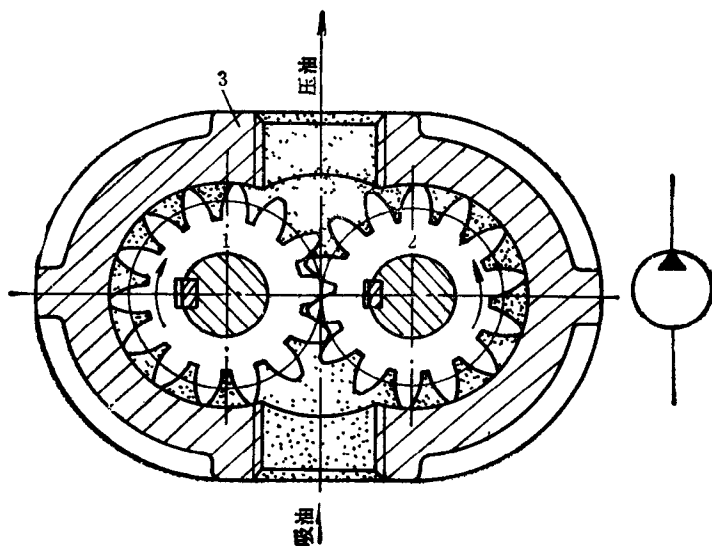

图 2—2 齿轮泵工作原理图
1. 齿轮泵 图2—2所示为齿轮泵的工作原理图。齿轮泵由装在泵体3内的一对齿轮1和2组成，齿轮的两端面靠两端盖密封。其密封的工作空间由泵体、端盖和齿轮的各个齿间槽形成。油泵运转时泵轴带动主动和从动齿轮一起回转（如图中箭头所示），在轮齿从啮合到脱开的一侧，（如图中水平中心线的下方），密封的工作空间容积逐渐增大，形成部分真空，油箱中的油液在大气压力的作用下经吸油管进入吸油腔，进入吸油腔的油液被转动的齿轮带到另一侧的压油腔（如图中水平中心线的上方），在这一侧轮齿逐渐进入啮合，密封工作空间容积逐渐缩小从而将齿间槽中的油液挤出。
齿轮泵是定量泵，即其流量不可调节。定量泵的职能图形符号见图2—2中右侧小图。